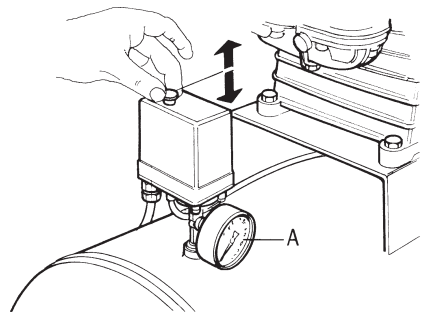
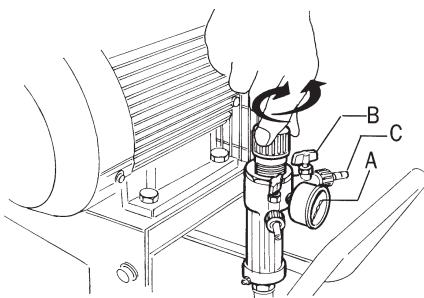

fig. 3
fig. 6
- controleer of de rode drukknop op de pressostaat in de rustpositie "OFF-0" (fig. 3) staat.
Om de compressor uit te doen dient men de drukknop in de stoppositie "OFF - 0" naar beneden te duwen (Fig. 3).
- Bij compressoren met een drukregelaar de gewenste druk afstemmen door de regelingsknop (Fig. 6), als volgt te bedienen: bij regelaars met handvatten die op de gewenste druk geblokkeerd kunnen worden,
moet men er zeker van zijn dat het handvat vrij en niet geblokkeerd is, voor men begint het handvat voor de regeling te draaien; anders moet men het vrijmaken door het naar boven te trekken totdat men de "klik" heeft overschreden die het blokkeert. De regelingshandvatten laten de uitgangsdruk stijgen wanneer men naar rechts en dalen wanneer men naar links draait. Bij regelars met kranen mag het openen en het sluiten van het lucht absoluut niet plaatsvinden door het slagklepje van de kraan met tangen of gereedschappen te bewerken zodat het slagklepje B zelf zou kunnen breken (Fig. 6); onder normale omstandigheden vervult de kraan zijn functie zonder bijzondere moeite. Er bestaan twee drukregelaraufamilies waarvan de maximale bedrijfsdruk respectievelijk 8 en 10 bar is, hogere drukken brengen de normale werking in gevaar. De gebruiksdrukwaarde zal op de manometer A (Fig. 6), aangegeven staan terwijl de op de manometer A (Fig. 3) afgelezen druk de interne druk van het reservoir zal zijn.
- De buis van het apparaat dat men wil aansluiten, aansluiten op luchtuitgangskraan C (Fig. 6) en de kraan openen. Nadat men de compressor heeft gebruikt, de kraan sluiten.